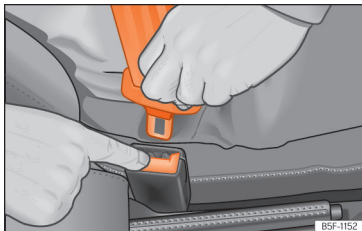

Fig. 11 Rilasciare la linguetta della chiusura della cintura.
- Premere il tasto rosso della chiusura »» » fig. 11. La linguetta uscirà dalla chiusura.